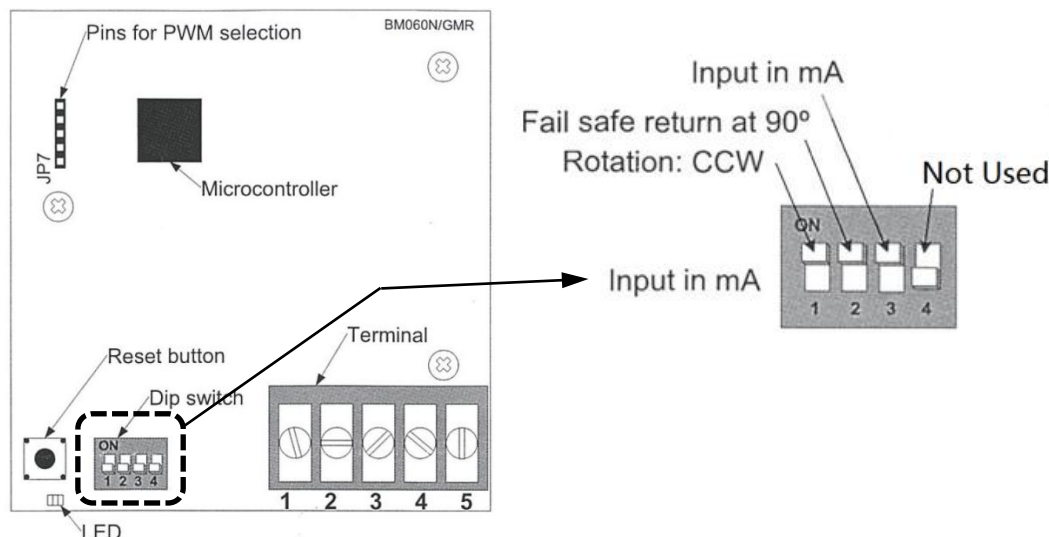

Figure 4-4: Emplacement et paramètres du commutateur DIP – Couvercle retiré
1. Coupez l'alimentation et réglez tous les interrupteurs DIP en position OFF (voir Figure 4-4, ci-dessus).